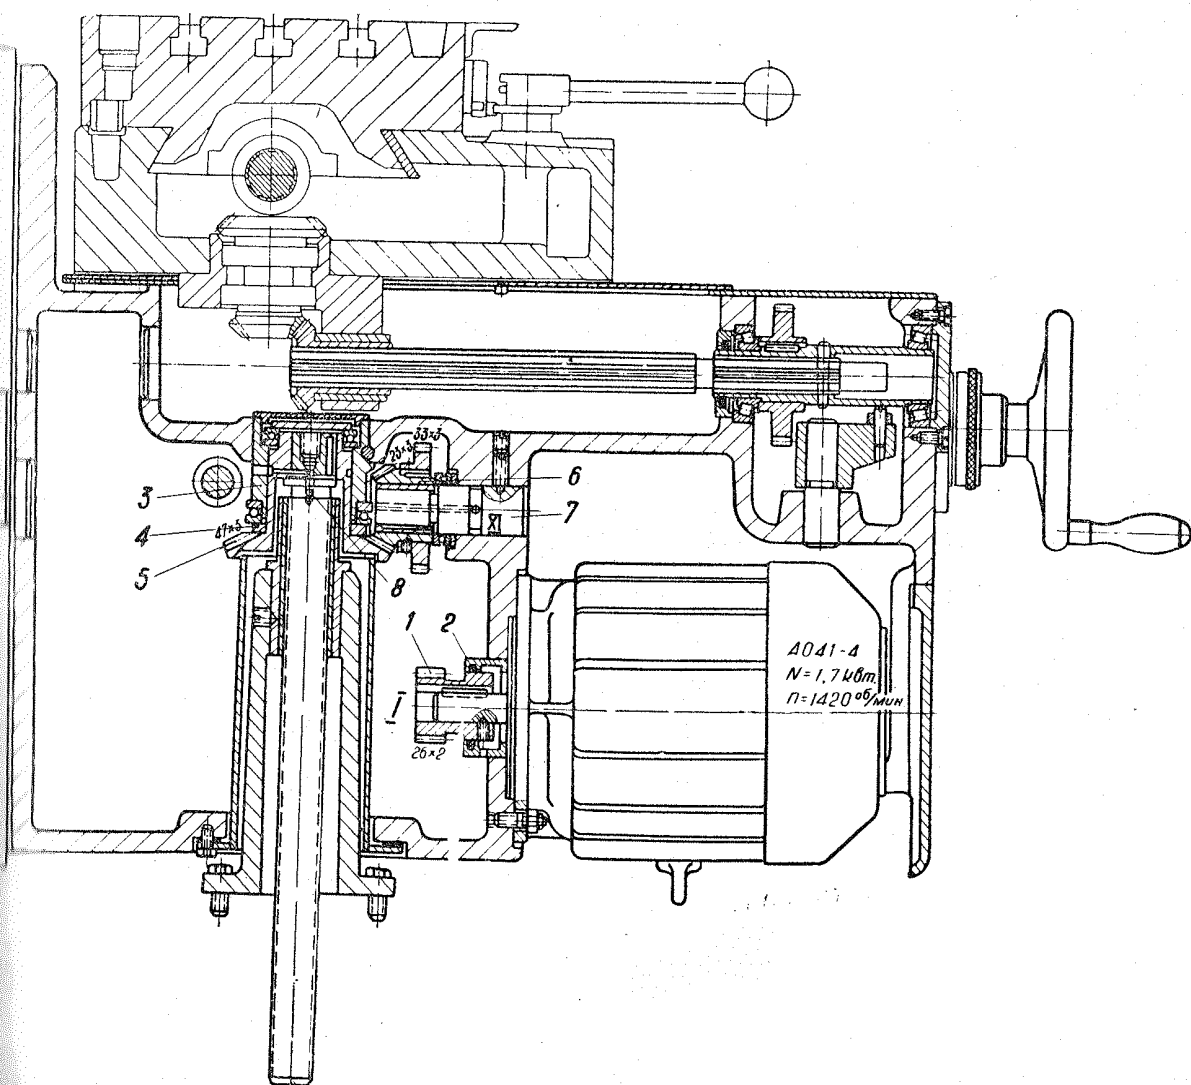

Рис. 41. Разрез консоли
3. Электродвигатель монтируется снизу (рис. 41).
Зацепление конической пары 5—6 вертикального хода отрегулировано с помощью компенсатора 4 и зафиксировано винтом, входящим в засверловку пальца 7 (см. рис. 41).